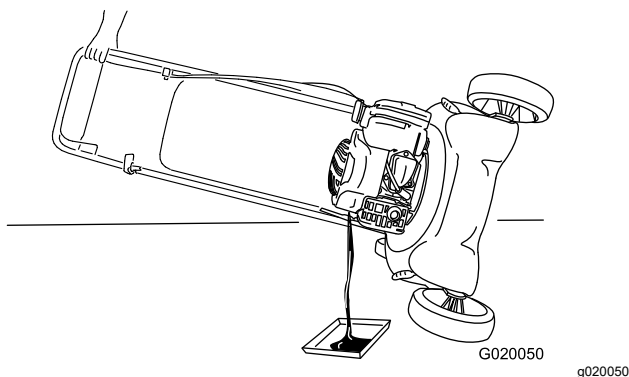

Figure 21
4. Basculez la machine sur le côté (filtre à air en haut) pour vidanger l'huile usagée par le tube de remplissage (Figure 21).